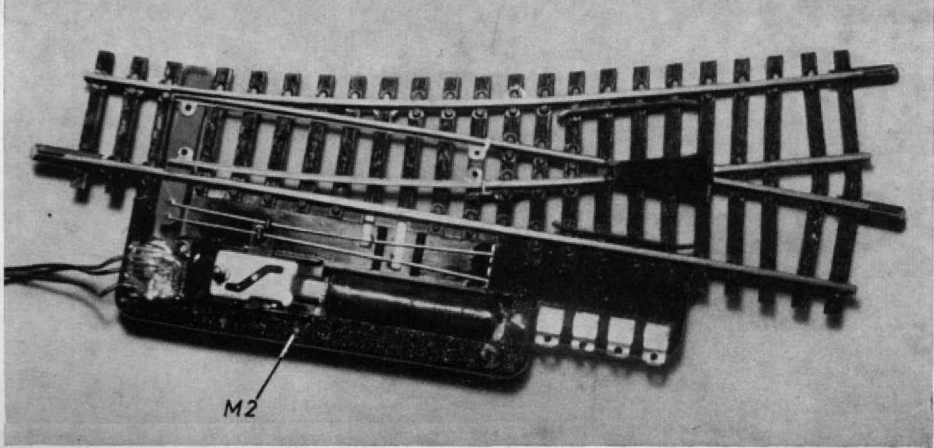

Abb. 4. Beim Umbau nach der Anleitung B verbleibt der Antriebsteil am Schwellenrost, nur die Spule wird gewissermaßen nach unten „durchgedrückt“.
4. Das freigewordene Loch im Plastikunterteil wird in Richtung der Ankerbewegung um etwa 15 mm verlängert (aussägen), damit der später einzusetzende Anker frei beweglich ist. (Er wird später mit dem Führungsschlitzteil nach oben eingesetzt; siehe Abb. 4.)